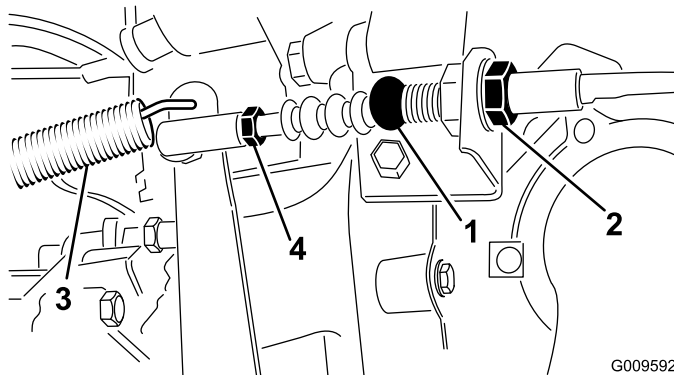

Figura 73
1. Alivie as porcas de segurança que fixam o cabo ao suporte no cárter do volante (Figura 73).